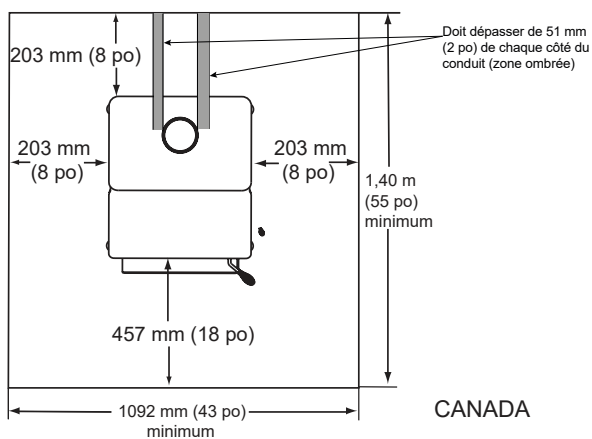

Figure 9.2
**Au Canada,** une protection similaire doit être installée jusqu'à 457 mm (18 po) à l'avant et 203 mm (8 po) à l'arrière et les côtés de l'appareil. **Figure 9.2 \*Voir exception.**
**\*EXCEPTION :** Les protections incombustibles pour le sol doivent s'étendre sous le conduit lorsque l'évacuation est horizontale et se prolonger de 51 mm (2 po) de chaque côté du conduit. **Voir figure 9.2.**